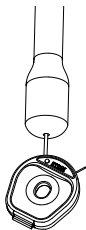
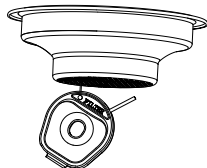

Fig. 9: pulire il tubo del vapore (6) con lo spillo più spesso
Fig. 10: pulire i filtri (13, 14) con lo spillo più sottile
Lo spillo per la pulizia (17) è utilizzato per la pulizia degli erogatori di vapore e dei filtri. Lo spillo più spesso serve per la pulizia del tubo del vapore (fig. 9), mentre quello più sottile è destinato ai filtri (fig. 10).